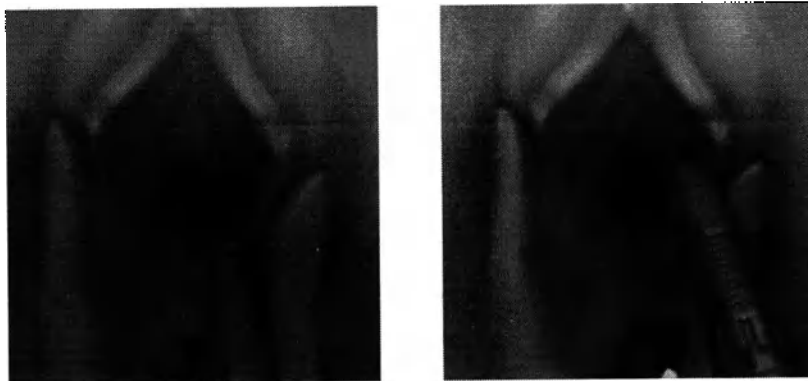

Рисунок 5.19 Облучение преддверия и входа во влагалище.
- Выпускайте лазерные импульсы на обнаженное преддверие, включая отверстие уретры, облучая фракционированным лазерным лучом поперек всей области преддверия и входа в область (См. Рис. 5.19). На каждый участок необходимо выпустить по 2-3 импульса SMOOTH перед тем, как переходить к следующему участку.